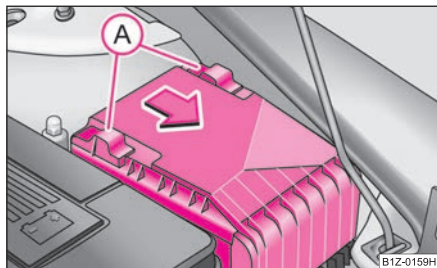

Fig. 223 Cubierta de fusibles en el vano motor
- Desplazar el estribo de seguridad (A) ⇒ fig. 223 hasta el tope; detrás del estribo de seguridad aparecerá el símbolo ⚠, retirar la cubierta.